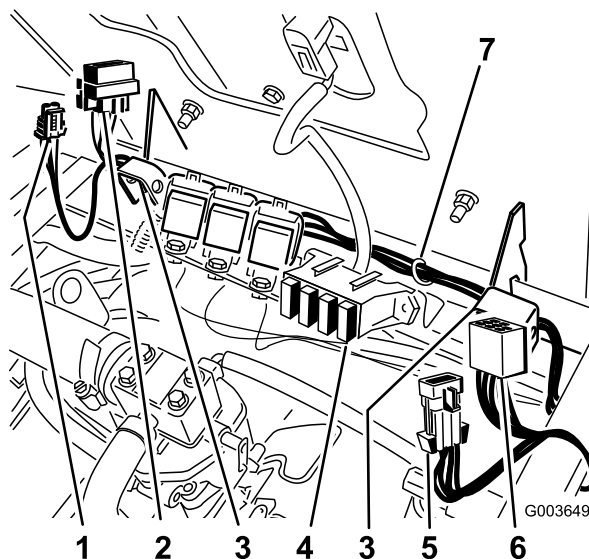

Figure 33
3. Acheminez le faisceau de câblage le long de la charnière du siège à partir de l'interrupteur et jusqu'au relais monté précédemment sur la vanne (Figure 33).
Insérez le fusible dans la fente droite du porte-fusibles (Figure 33).